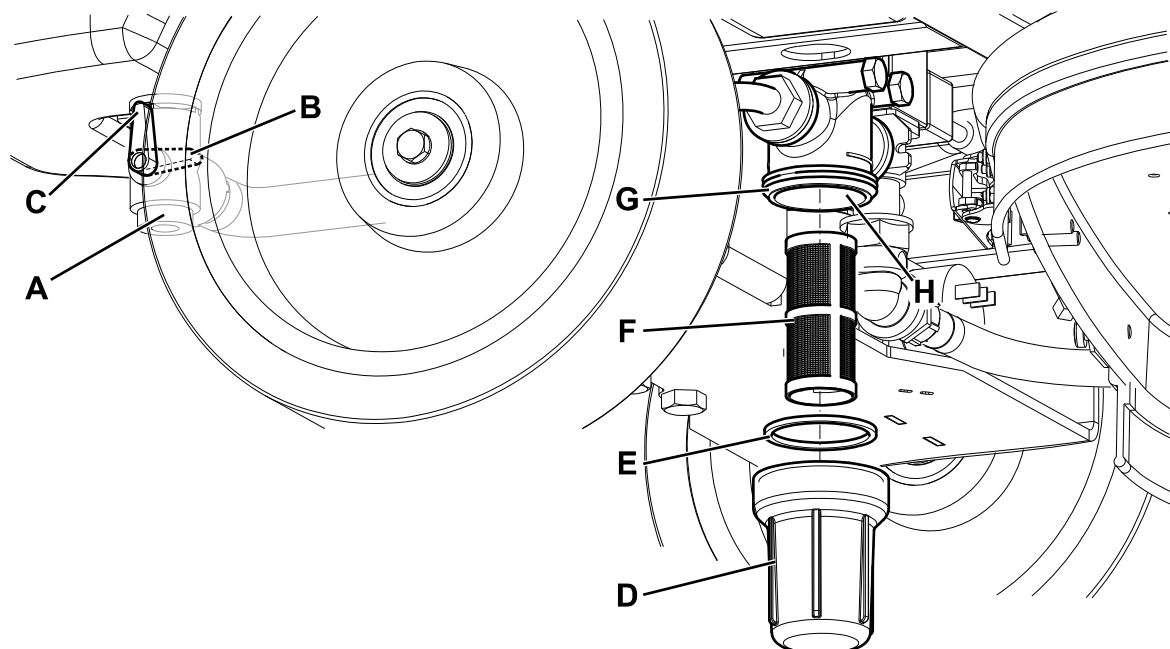

Abbildung 9
2. Zündschlüssel (58) in Stellung 0 drehen.
3. Das Reinigungslösungsventil (A, Abb. 9) schließen. Das Ventil befindet sich unter dem Gerät hinter dem linken Hinterrad. Das Ventil (A) ist geschlossen, wenn es sich in Stellung (B) befindet. In Stellung (C) ist es geöffnet.
4. Unter dem Gerät, vor dem rechten Hinterrad transparenten Becher (D) entfernen, Dichtung (E) abnehmen und Siebfilter (F) herausziehen. Alle Bauteile mit Wasser reinigen und wieder in der Halterung (G) anbringen.